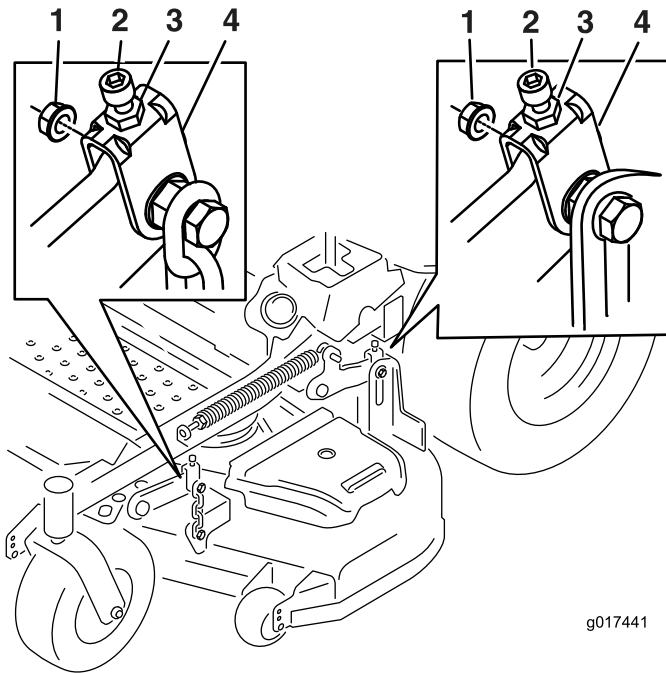

Bild 76
Einstellschraube, um eine Höhe von 7,6 mm zu erhalten (siehe Bild 76).
16. Drehen Sie die Einstellschraube, um eine Höhe von 8,3 mm zu erhalten (Bild 76).